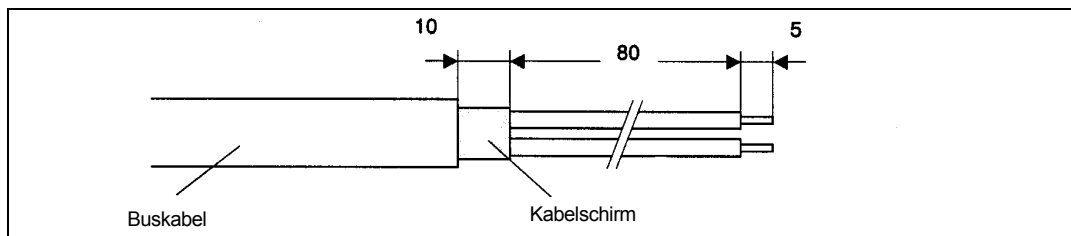

Bild 5-2 Vorbereitung des Buskabels
1. Isolieren Sie das Buskabel gemäß Bild 5-2 ab.